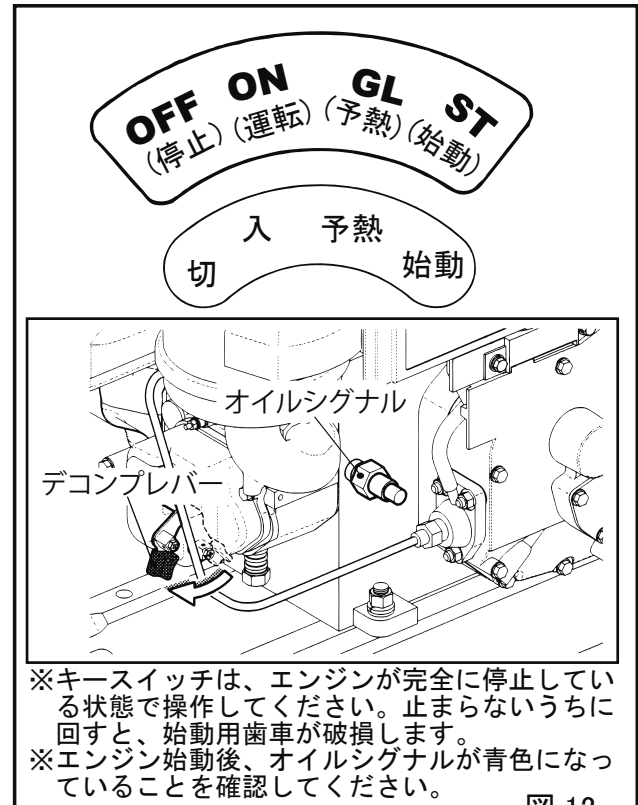

図 12
- 調速レバーを前方に戻すとエンジンは停止します。セルスターターの場合は、エンジンが停止したらキースイッチを停止位置に戻してください。(図12)